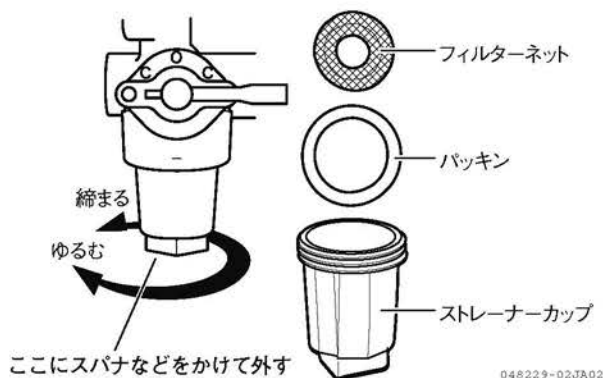

図 4-22 燃料コシ器
2. 燃料コシ器下部の四角部を、工具（二面幅（10mm））でゆるめます。（図 4-22）
4. フィルターネット、パッキン、ストレーナーカップの順に元通りに取り付けます。（図 4-22）